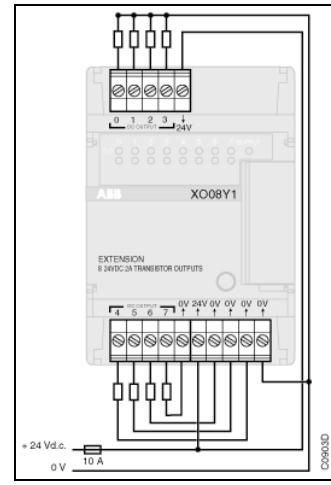

Figura 4-23: Extensión XO 08 Y1
3.6. Extensión XO 08 Y1 (ver Figura 4-23)